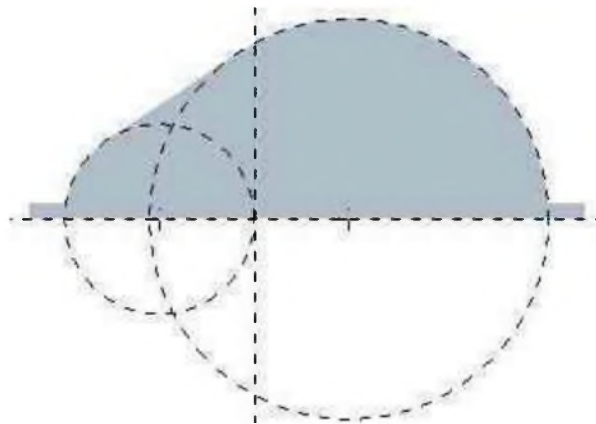

图 2-7
10) 调整视图方向，选择“草绘”|“参照”，选取图 2-7 所示的线为参照，然后单击“草绘方向”按钮，使草绘平面与屏幕平行。